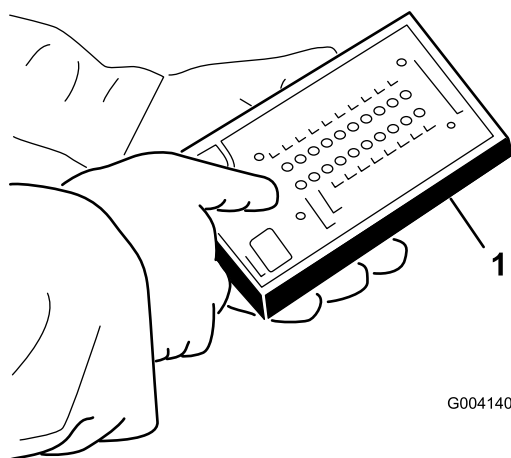

Figure 49
5. Branchez le connecteur de l'outil Diagnostic ACE au connecteur du faisceau de câblage (Figure 49).